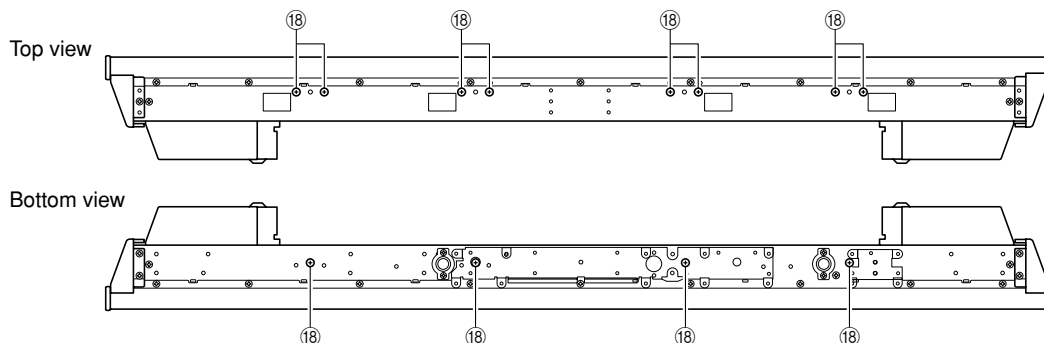

Fig. 8
- Remove 12 screws (18). (Fig. 8)
- ⑱のネジ 12本を外します。(Fig. 8)